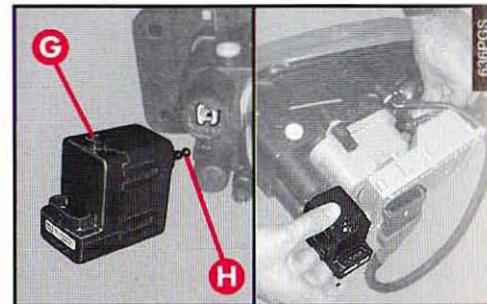

fig. 44
– Introduire le moteur d'orientation phare (**G-fig. 44**) et le bloquer en le tournant vers l'extérieur.
AVERTISSEMENT En montant le moteur appuyer sur le connecteur du feu de route et s'assurer que la sphère du moteur (**H-fig. 44**) s'insère correctement dans le siège sur le phare.